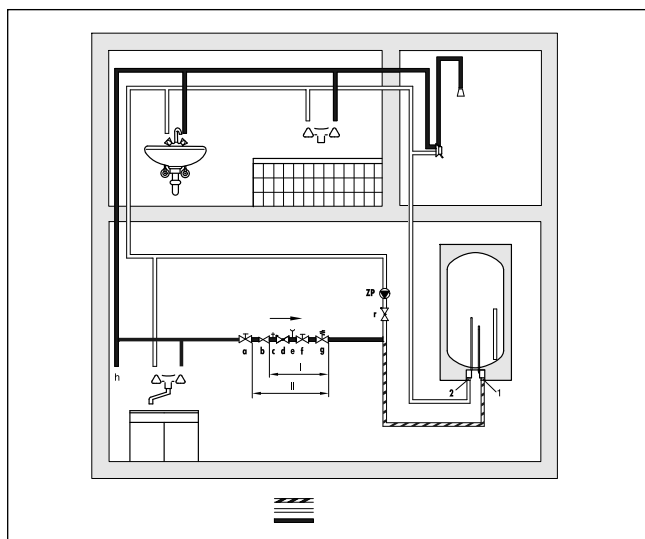

Рис. 9 Пример подключения VEN...classic с трубопроводом обратной циркуляции
Как показано на рис. 9, труба горячей воды (1) так соединяется с водоразборными точками, что последняя оказывается не далеко от водонагревателя. После нее устанавливается циркуляционный насос (ZP). После насоса устанавливается обратный клапан (г). Он в свою очередь подключается через тройник на вход холодной воды (2) в водонагреватель.